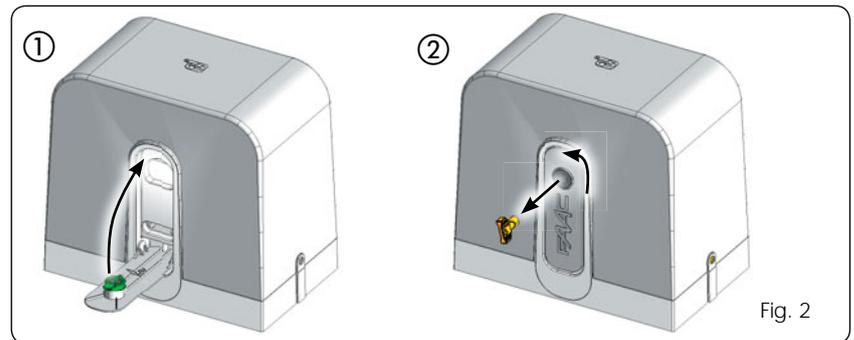

Fig. 2
1. Levante por completo la palanca de desbloqueo hasta el tope mecánico (Fig. 2 ref. ①).
2. Gire el desbloqueo hacia la izquierda, de la manera indicada en la Fig. 2 ref. ②.